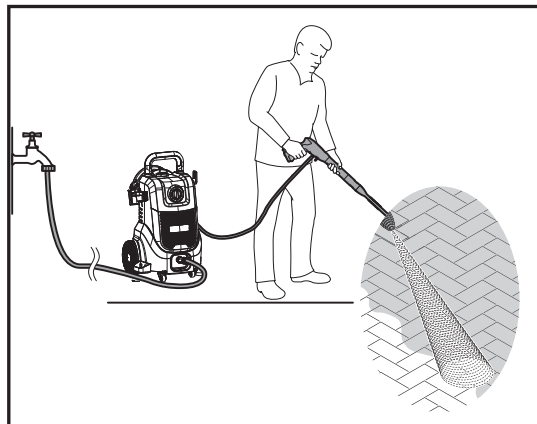

Fig. 20
2. En cas d'utilisation de la buse variable (20), régler le type de jet requis.
4. Tenir le pistolet de pulvérisation (16) à deux mains.
5. Mettre la machine en marche en tournant l'interrupteur rotatif marche / arrêt (3) pour le mettre en position « I ».
7. Appuyer à fond sur la gâchette du pistolet de pulvérisation (16a) pour libérer le jet d'eau, comme illustré à la Fig. 20.